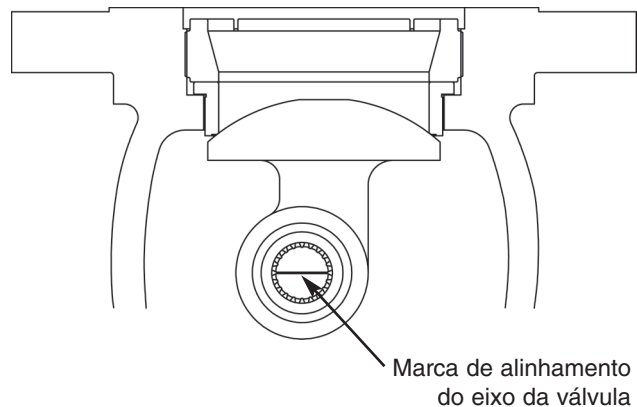

Figura 8: Alinhamento do Eixo
- ⇒ Encaixe o conjunto do atuador no eixo da válvula, alinhando os furos da torre com os prisioneiros de fixação montados no castelo da válvula (não esqueça de posicionar antes o flange prensa-gaxetas). Para garantir uma rotação completa do obturador, a marca existente na extremidade do eixo da válvula deve estar alinhada conforme indicado na Figura 8.